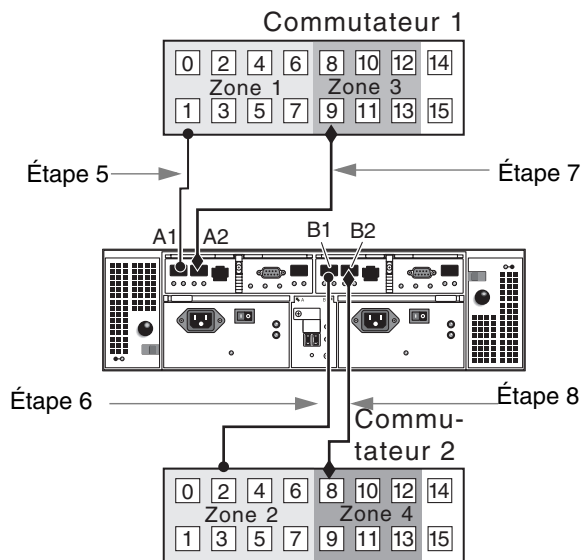

FIGURE 6 Connexions de la baie de stockage à des commutateurs FC
5. Connectez le port de contrôleur A1 de la baie de stockage à un port disponible de la zone 1 du commutateur 1 (voir FIGURE 6).
6. Connectez le port de contrôleur B1 de la baie de stockage à un port disponible de la zone 2 du commutateur 2 (voir FIGURE 6).
7. Connectez le port de contrôleur A2 de la baie de stockage à un port disponible de la zone 3 du commutateur 1 (voir FIGURE 6).
8. Connectez le port de contrôleur B2 de la baie de stockage à un port disponible de la zone 4 du commutateur 2 (voir FIGURE 6).